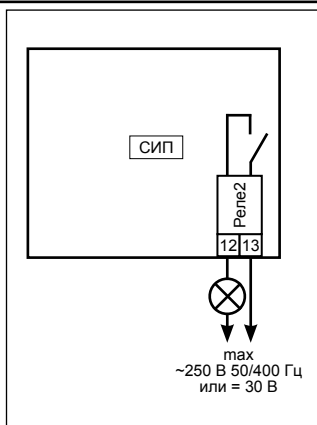

Рисунок 7. Счётчик импульсов СИП. Подключение сигнала о достижении установленного значения.
6.7 Если необходимо световое или звуковое оповещение о достижении установленного значения, подключите один провод кабеля сигнального устройства в разрыв к контактам Реле2 (Рисунок 7).